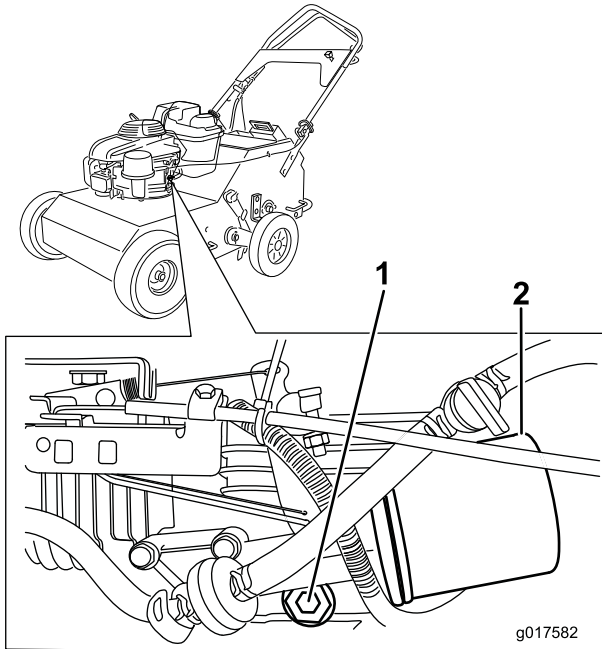

Figure 27
6. Enlevez le bouchon de vidange (Figure 27) et inclinez la machine pour vidanger l'huile dans le bac.
2. Placez un chiffon sous le filtre à huile (Figure 27) pour recueillir l'huile qui peut s'écouler lors de la dépose du filtre.